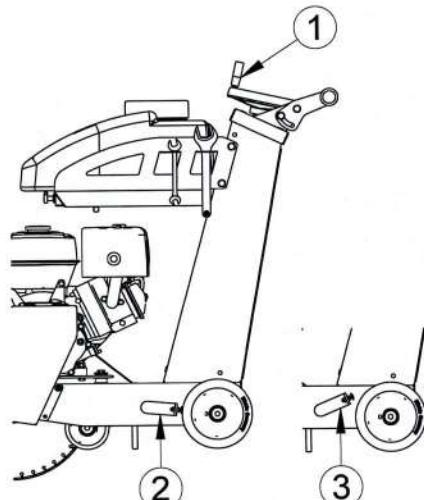

Fig.1
Sul telaio è previsto l'alloggiamento del serbatoio ausiliario per l'acqua di raffreddamento del taglio, facilmente rimovibile. Sul carter disco è presente l'attacco per l'adduzione dell'acqua al disco, completo di rubinetto e di raccordo per il collegamento diretto con il serbatoio o alla rete idrica. Sulla macchina è presente il freno di stazionamento, che viene azionato ruotando il volantino in senso antiorario Fig.1 Rif.1 sul pannello di comando, finché il dispositivo frenante Fig.1 Rif.2 va a forzare sulla ruota.
- Per movimentare la macchina agevolmente, va alzata fino alla massima altezza, ruotando il volantino fino a battuta. In questo caso il freno si troverà come nella posizione Fig.1 Rif.3